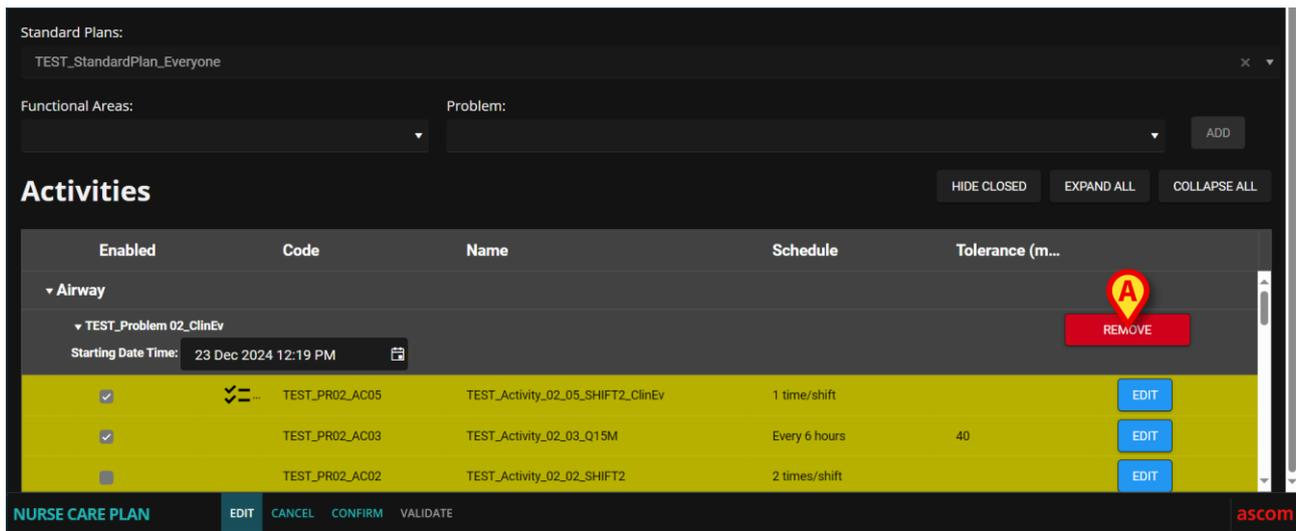

Fig 21
Se mostrarán los problemas y actividades pertenecientes al plan (Fig 21).
*Si es necesario, puede utilizar el botón **Remove** (Eliminar) situado junto a cada problema (Fig 21 A) para eliminar el problema concreto.*